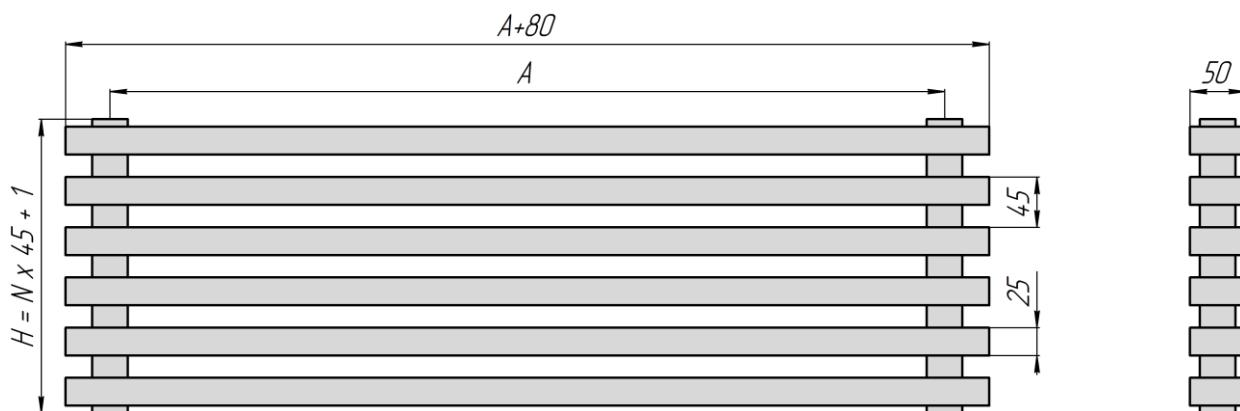

Рис. 1                   A – межцентровый (монтажный) размер, N – количество секций.
2.1. Основные размеры и параметры радиаторов приведены на рис.1 и в таблице.